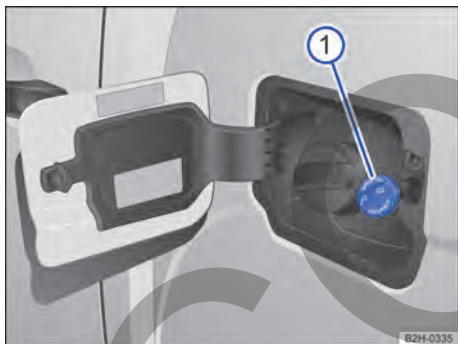

Fig. 134 Detrás de la tapa del tanque de combustible: tapón de la boca de llenado de AdBlue.
La boca de llenado de AdBlue® se encuentra detrás de la tapa del tanque de combustible, junto a la boca de llenado de este → Fig. 134 ①.